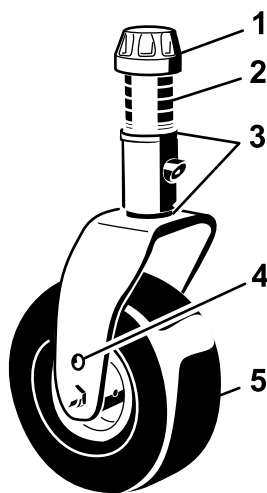
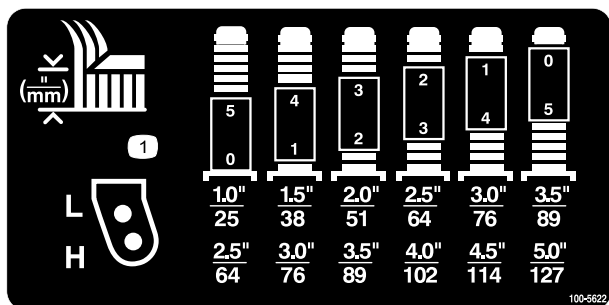

図 7
図 8
2. 希望する刈高に合わせてキャストスピンドルにスペーサを通す 図 7と図 8を参照。スピンドルにスラストワッシャを通し、キャストをキャストアームに通す。もう一枚のスラストワッシャと残りのスペーサをスピンドルに通し、テンショニングキャップで固定する(図 3)。
2. 左右のキャストフォークの同じ穴にキャストホイールの軸をセットする。セッティング用の穴の選択については 図 7 および 図 8 を参照してください。
3. スピンドルシャフトからテンショニングキャップを取り 図 7、キャストアームからスピンドルを抜き出す。シム 3 mm を枚スピンドルのシャフトに通す当初の状態と同じに。これらのシムは、デッキ全体の左右の水平調整に必要となる。希望する刈高に必要な枚数のスペーサ 13 mm 厚をスピンドルシャフトに通し、その上からワッシャを取り付ける。
刈高と、必要なシムの組み合わせとの関係は 図 7 と 図 8 で確認する。